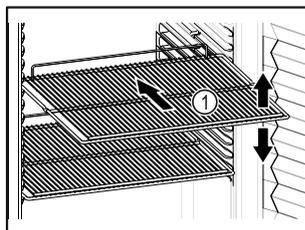

Fig. 30 Representación a modo de ejemplo
- Si los estantes de rejilla Fig. 30 (1) se pueden colocar en distintas posiciones, ajustarlos en altura.